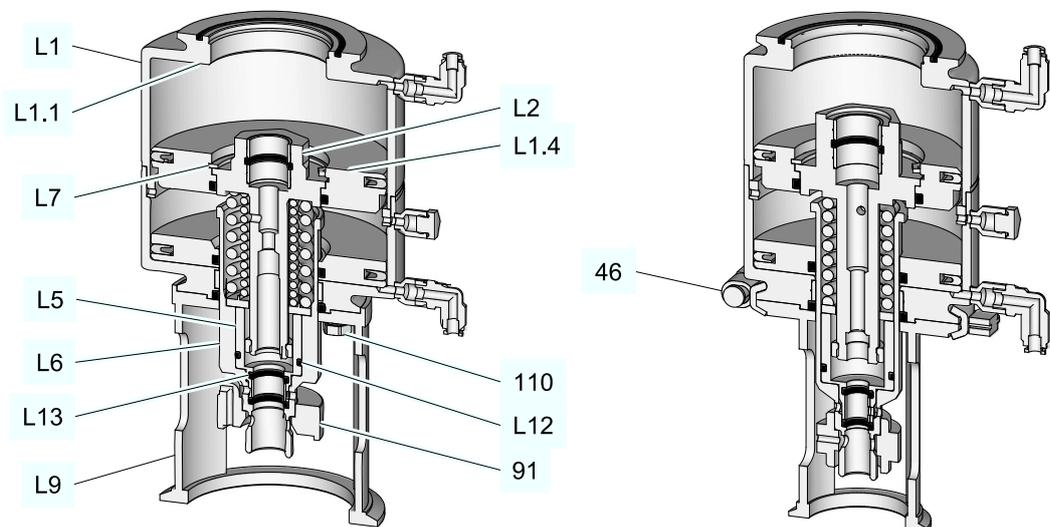

Abb.32
6. **Nennweiten bis 2" OD und DN 50:** Klemmverbindung (46) lösen und entfernen, siehe Abb. 32.
Nennweiten ab 2,5" OD und DN 65: Sechskantschrauben (110) mit Maulschlüssel lösen und herausschrauben, siehe Abb. 32.